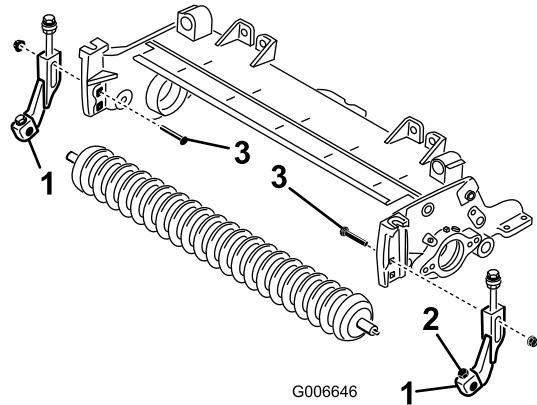

Bild 6
- Befestigen Sie die neuen rechten und linken Schnitthöhenhalterungen lose mit neuen Kopfschrauben (5/16" x 1-1/8") und Bundsicherungsmuttern (5/16") an der bestehenden Frontrolle. Positionieren Sie die Schnitthöhenhalterungen, wie in Bild **Bild 6** dargestellt.
- Montieren Sie die Schnithöhenhalterungen lose im oberen rechteckigen Loch in jeder Seitenplatte an den Seitenplatten der Schneideeinheit. Verwenden Sie die vorher entfernten Schlossschrauben und zwei neue Bundmuttern (3/8") und positionieren Sie diese, wie in Bild Bild 6 abgebildet.
- Zentrieren Sie die Rolle zwischen den Schnithöhenhalterungen und arretieren Sie sie mit den Kopfschrauben und Sicherungsmuttern an den Halterungen (Bild 6).